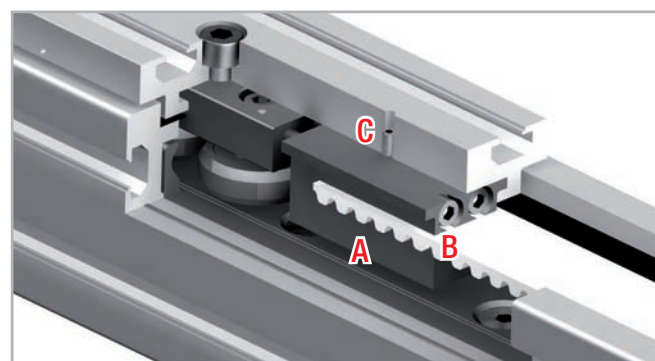

Fig. 59
1. Desserrez les vis de blocage C (en haut sur le chariot) du dispositif de serrage de la courroie A (voir fig. 59).